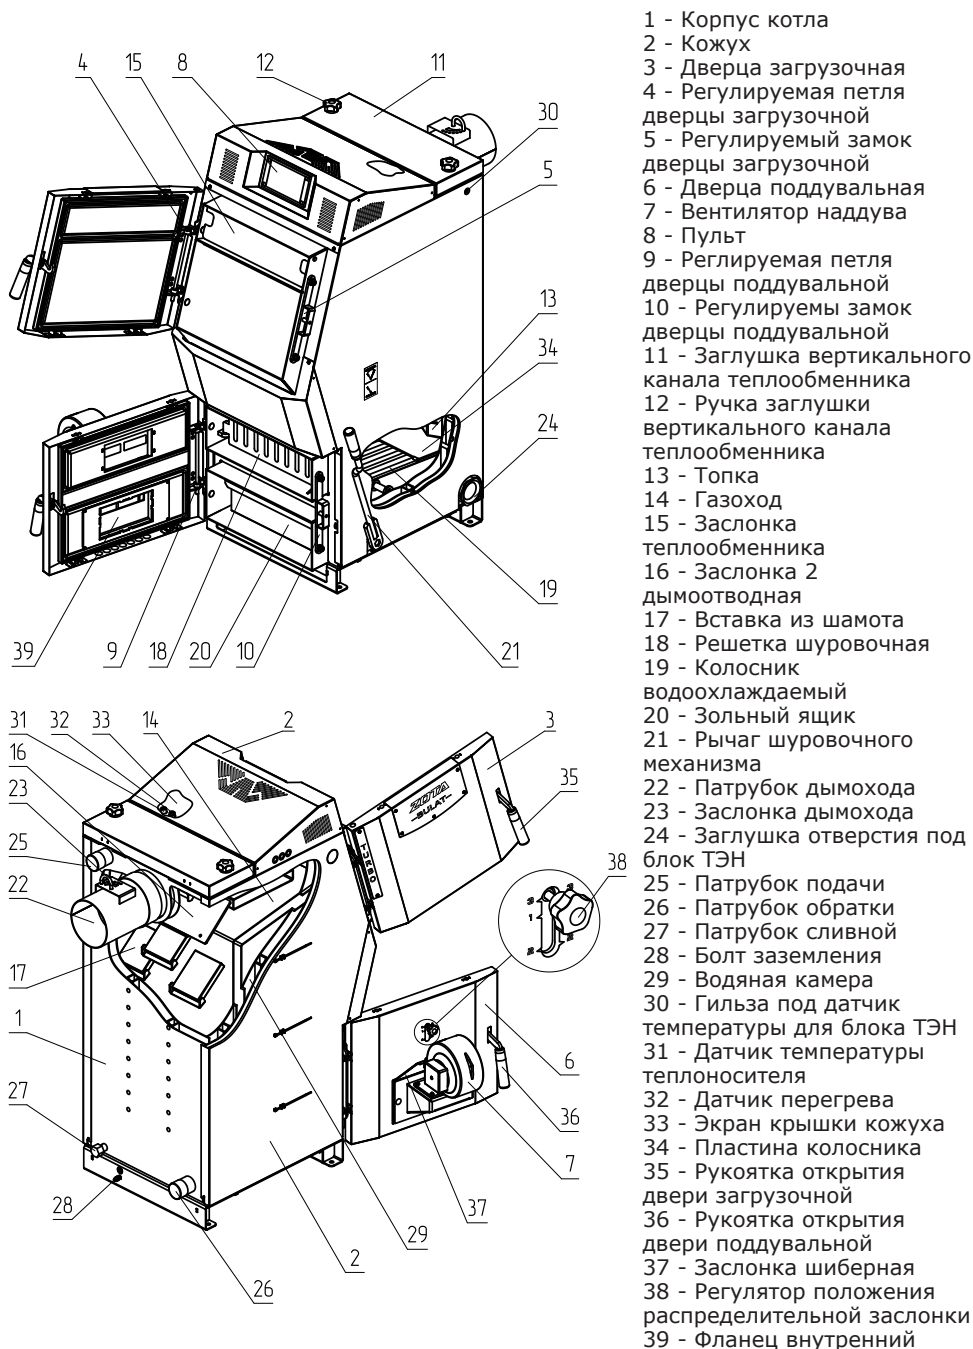

Рис.1 Конструкция отопительного котла
4.5.10. Эксплуатация котла без зольного ящика (Рис.1 поз.20).
5.1. Котел (Рис.1) состоит из корпуса (поз. 1), топки (поз.13), патрубка дымохода (поз.22). В нижней части топки находятся водоохлаждаемые колосники (поз. 19) и зольный ящик (поз.20).
Внимание! Не допускается эксплуатация котла без установленного зольного ящика (Рис.1 поз.20). Эксплуатация котла без установленного зольного ящика приводит к прогоранию и деформации водонеохлаждаемых поверхностей котла. В случае нарушений условий эксплуатации котла рекламации не принимаются.
Внимание! Не допускается эксплуатация котла без установленной шуровочной решетки (Рис.1 поз.18). Отсутствие шуровочной решетки может привести к повреждению лакокрасочного покрытия и прогару поддувальной двери. В случае нарушений условий эксплуатации котла рекламации не принимаются.
5.3. В корпус котла вмонтировано рычажное шуровочное устройство с приводом от рычага (Рис.1 поз.21), предназначенное для удаления золы с колосниковой решетки.
Внимание! Не допускается эксплуатация котла без установленной заслонки (Рис.1 поз.15). Эксплуатация котла без установленной заслонки приводит к прогоранию и деформации водонехолаждаемых поверхностей котла. Котел не выходит на номинальную мощность. В случае нарушений условий эксплуатации котла рекламации не принимаются.
- Откройте заглушку вертикального канала теплообменника (Рис.1 поз.11) и уберите заслонку 2 дымоотводную (Рис.1 поз.16);
- После установки шамотных кирпичей установите заслонку 2 дымоотводную (Рис.1 поз.16) и заглушку вертикального теплообменника (Рис.1 поз.11).